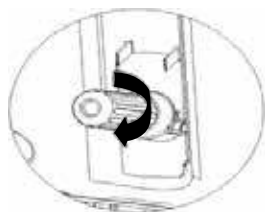

Fig.8
4. Un sonido «clic» indica que el tapón del cartucho se ha perforado con el perno al enroscarlo, y que el gas puede fluir al barril de cerveza (fig. 8).